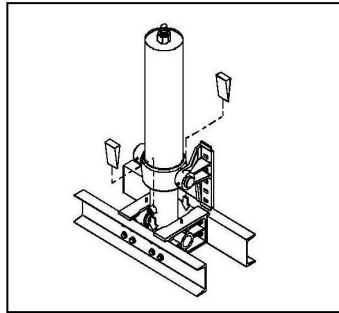

图 7
- 取下吊索后，油缸有可能倒向驾驶室，会对人员造成伤害或对零部件造成损坏。为保持油缸处于正确位置，在油缸和支撑横梁间插入木楔（见图 7），固定好油缸后取下吊索。
After removing the sling, the cylinder may tilt towards the cab, causing injury to personnel or damage to components. To keep the cylinder in the correct position, insert a wooden wedge (see Figure 7) between the cylinder and the supporting crossbeam, fix the cylinder, and remove the sling.
- После снятия строп масляный баллон может упасть на кабину, что может привести к травмам персонала или повреждению деталей. Чтобы удерживать цилиндр в правильном положении, вставьте деревянный клин между цилиндром и опорной балкой (см. рис. 7), закрепите цилиндр и снимите стропу.